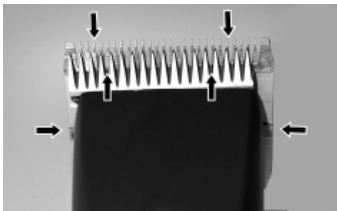

Fig. 22
För att uppnå ett bra klippresultat och för att öka klippers och klipphuvudets livslängd måste du lägga på en tunn oljefilm mellan över- och underskåret (fig. 22).
- ▶ Smörj skären tillräckligt mycket under klippningen (minst var femtonde minut), så att de inte torkar (fig. 22).
Skären måste smörjas före, under och efter varje användning. När klippers skär lämnar ränder eller går med lägre hastighet är det ett tecken på att det behövs olja. Lägg några droppar olja fram på och tvärs över klippsskären (se pilarna i fig. 22). Torka bort överskottsolja med en mjuk, torr trasa. Smörjsprayer innehåller inte tillräckligt mycket olja för att smörjningen ska bli bra, men kyler skären. Byt omedelbart skadade eller slöa skär för att undvika skador.